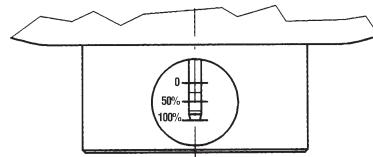

Fig. 20
- 14) Vérifier que le monitor PM/182 est positionné en ouverture complète en contrôlant la position de l'indicateur de course à travers le hublot (Fig. 20).
- 14) Comprobar que el monitor PM/182 se posicione en completa apertura observando la posición del indicador de recorrido a través de la mirilla (fig. 20).
- 11) Abrir a válvula AR73, na pos. 8.
- 14) Verificar que o monitor PM/182 fica completamente aberto, controlando a posição do indicador de abertura através do visor (fig. 20).
- 14) Verificare che il monitor PM/182 si posizioni in completa apertura controllando la posizione dell'indicatore di corsa attraverso l'oblò (fig. 20).
- indicator through the port (fig. 20).*